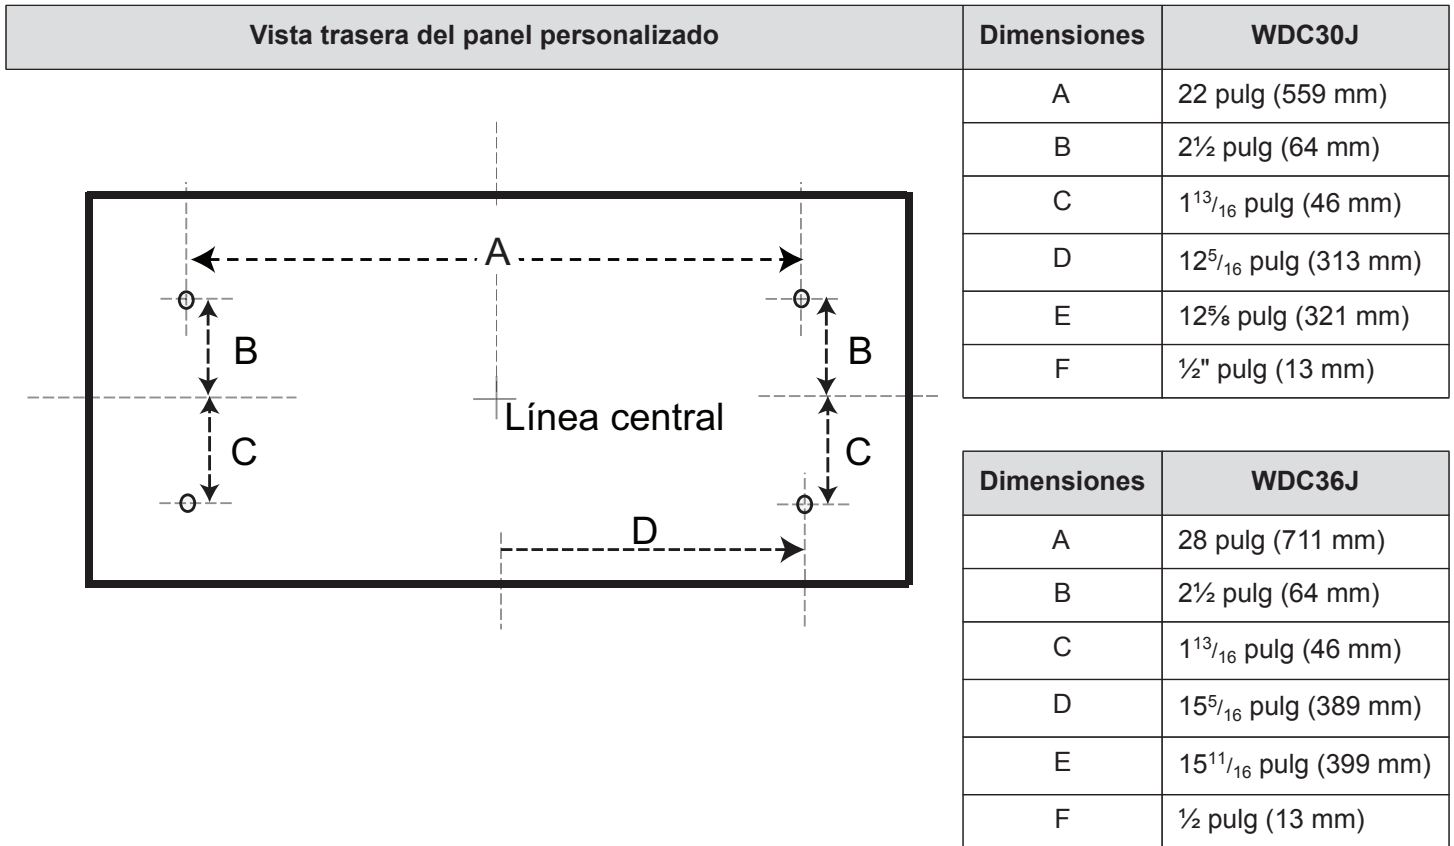
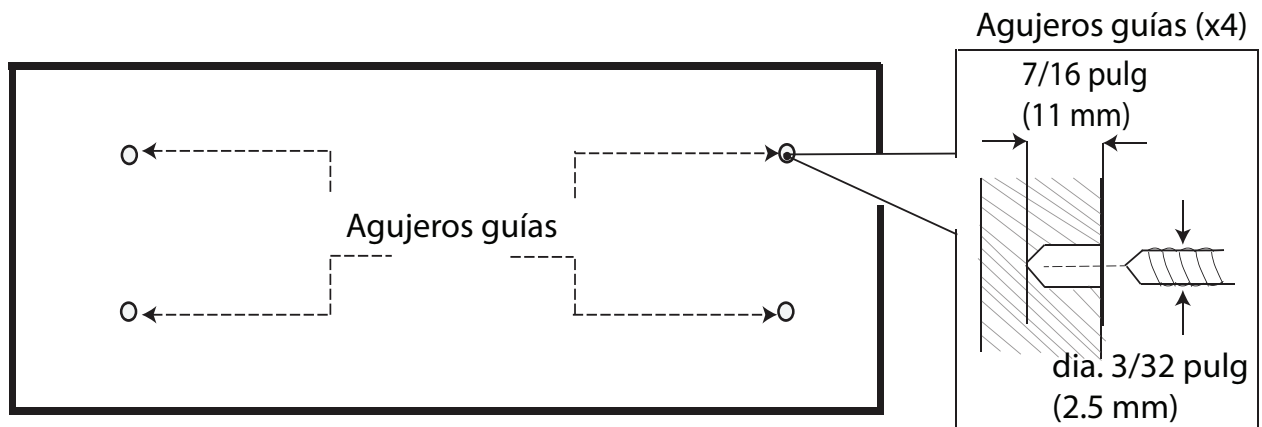

Figura 7: Dimensión de los agujeros guías y del agujero del guía de la luz testigo
Figura 8: Perforación de los agujeros guías y del agujero guía para la luz testigo
1. Marque los agujeros guías en la parte trasera del panel según las dimensiones indicadas en la *Figura 7 de la página 10*.
2. Taladre los agujeros guías con una broca de 3/32 pulg. (2,5 mm). **Tenga cuidado para no taladrar el panel hasta el fondo.** La profundidad de los agujeros guías sólo deben ser de 7/16 pulg. (11 mm). *Consulte la Figura 8 de la página 10.*
1. Detrás del panel delantero a medida, marque la posición de los agujeros guía según las especificaciones de las *Figura 7* y *Figura 8*.
3. Con las bridas orientadas en la dirección opuesta al panel delantero a medida, atornille el panel de acero inoxidable proporcionado a la parte trasera del panel delantero a medida con cuatro (4) tornillos de ½ pulg. (12,7 mm). No atornille hasta el fondo.